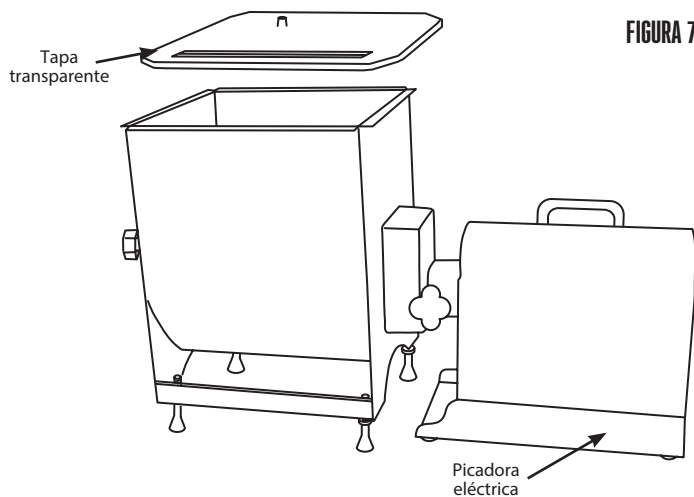

FIGURA 7
16. Coloque la tapa transparente (**FIGURA 7**). NO use la mezcladora de carne sin colocar la tapa transparente en su lugar. ¡Se pueden producir lesiones graves!